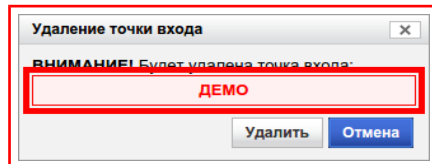

Рисунок 9.69 — Диалоговое окно «Удаление точки входа»
- 3) В появившемся диалоговом окне проверить имя «Точки входа», рисунок 9.69;